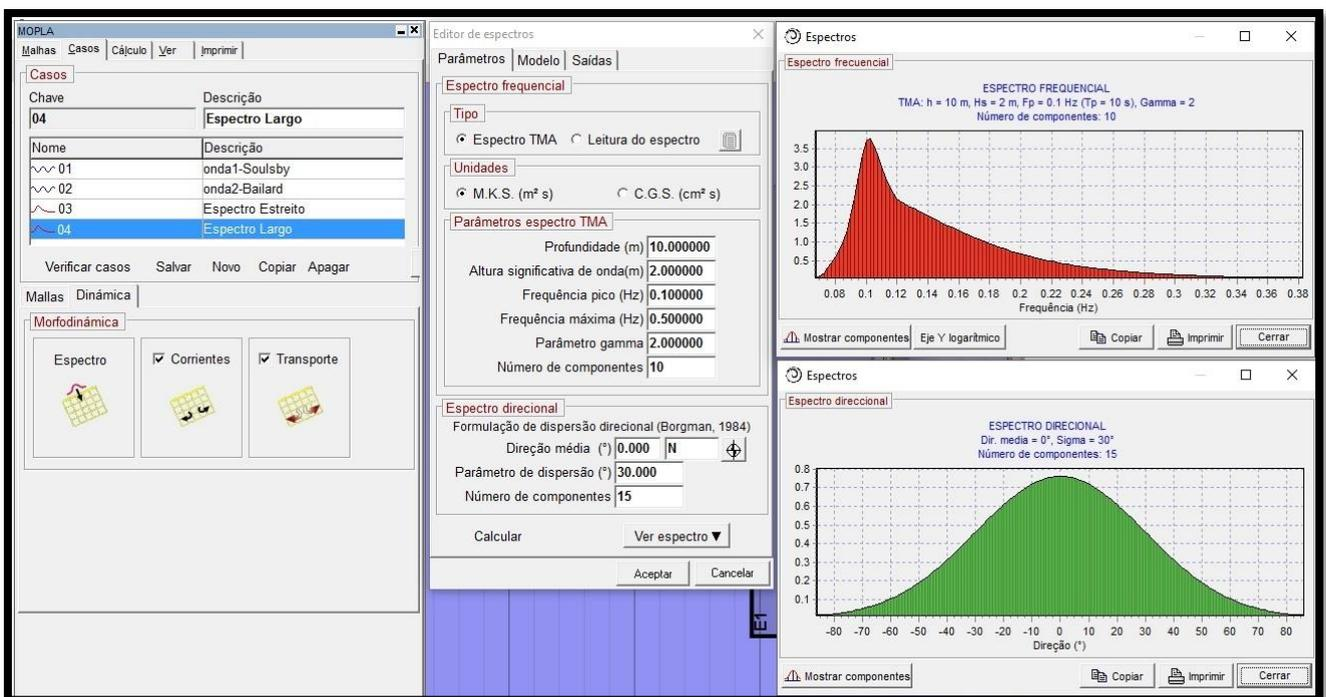

Figura 20 – Janela do Editor de espectros com os parâmetros a serem escolhidos para se definir um espectro largo.
40) Entrar na subaba “Dinâmica” e clicar no botão “Espectro”. Uma vez que aparecer o “Editor de espectros”, modificar os seguintes parâmetros das subabas (Figura 20):